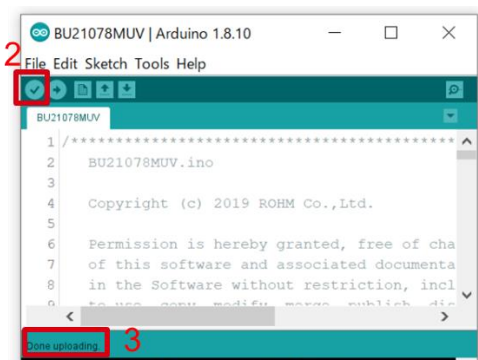

Figure 4. Upload 画面
2. 右矢印の Upload ボタンでプログラムの書き込み (Figure 4)
3. プログラムが正常に Upload できたか確認。赤枠部分のメッセージが”Done uploading”になっていることを確認 (Figure 4)